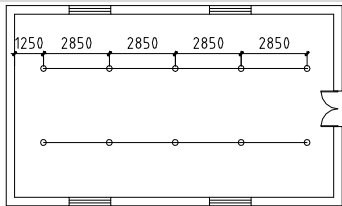

图 10-52 打开删除选层素材
**01** 按 Ctrl+O 组合键，打开配套光盘提供的“第 10 章/ 10.2.3 删除选层.dwg”素材文件，结果如图 10-52 所示。